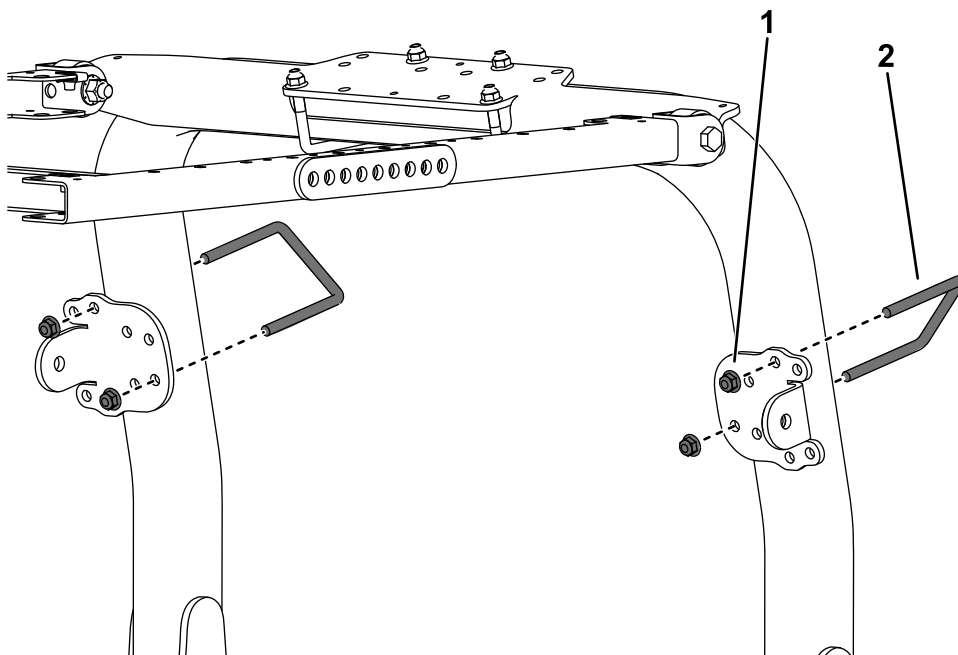

Figure 32
9. Utilisez les trous indiqués à la Figure 32 pour fixer légèrement chacun des supports de renfort aux montants de l'arceau de sécurité à l'aide d'un étrier fileté (3 1/8" x 5") et de 2 écrous à embase.